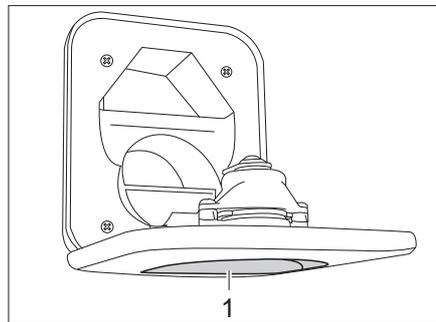

Bild 156 Frischwasser-Einfüllstutzen für Toilette
- Frischwasser-Einfüllstutzen für Toilette (Bild 156,1) oberhalb der Klappe für die Thetford-Kassette öffnen und nach unten schwenken.